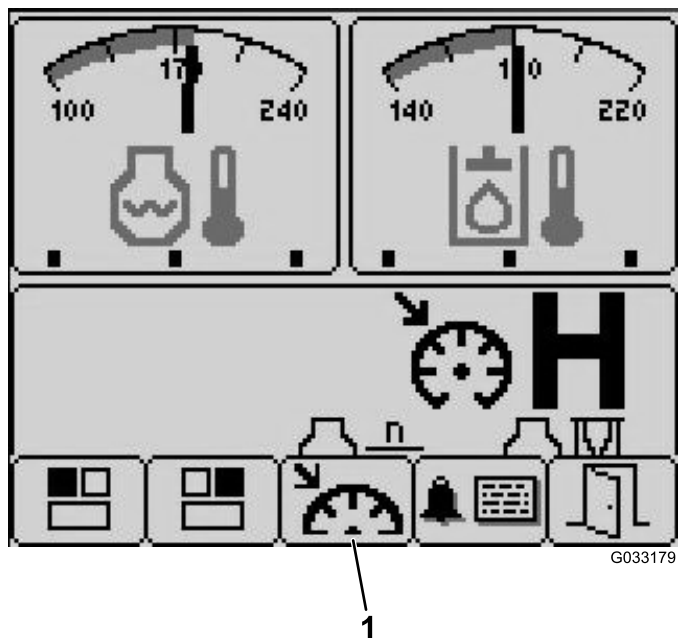

Figura 28
3. Premete il pulsante 3 per accedere alla schermata Cruise Control (comando elettronico della trazione) (Figura 28).